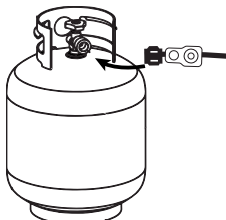

Figura 10 - Conecte el tanque de propano
6. Conecte la manguera de GLP al tanque de propano. Atornille la conexión de la tuerca ACME abierta a su tanque de propano (consulte la Figura 10 a continuación).